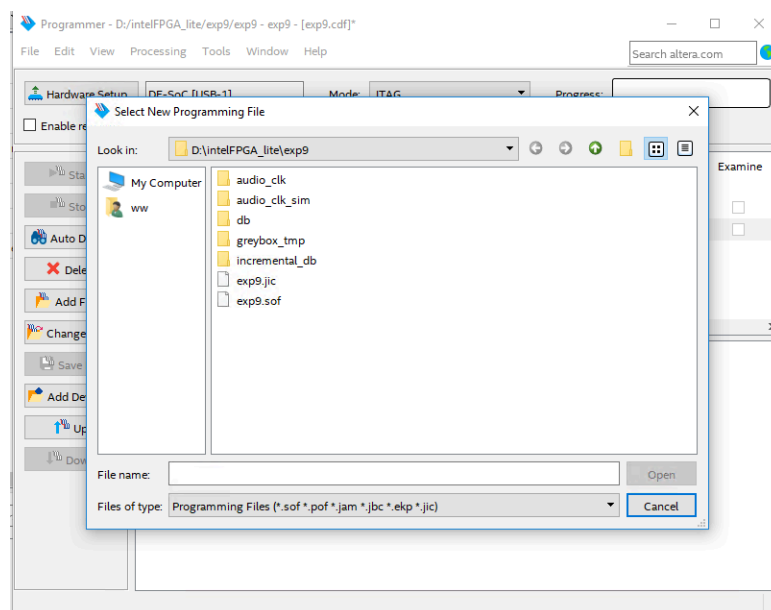

图 1-8: 选择编程文件
3. 双击红框，选择要给 FPGA 编程的文件，如图 1-8所示。